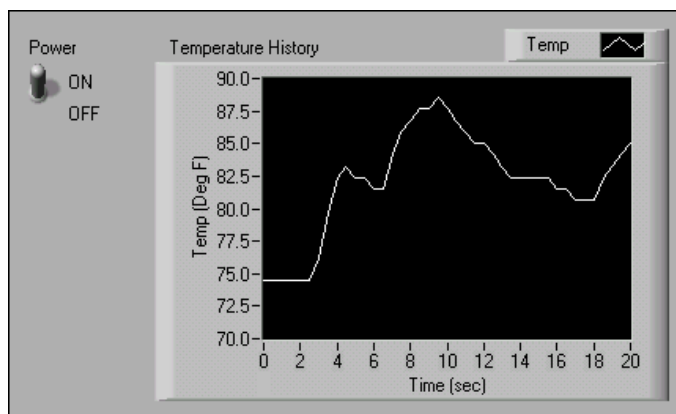

Figure 1.5
1. Abrir un Vi en blanco y construir el panel frontal mostrado en la Figure 1.5.